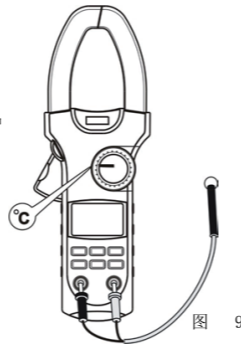

图 9
① 波峰因素1.4~2.0，则准确度为需加1.0%
② 波峰因素2.0~2.5，则准确度为需加2.5%
③ 波峰因素2.5~3.0，则准确度为需加4.0%
7. 温度测量℃（仅UT208A，见图9）